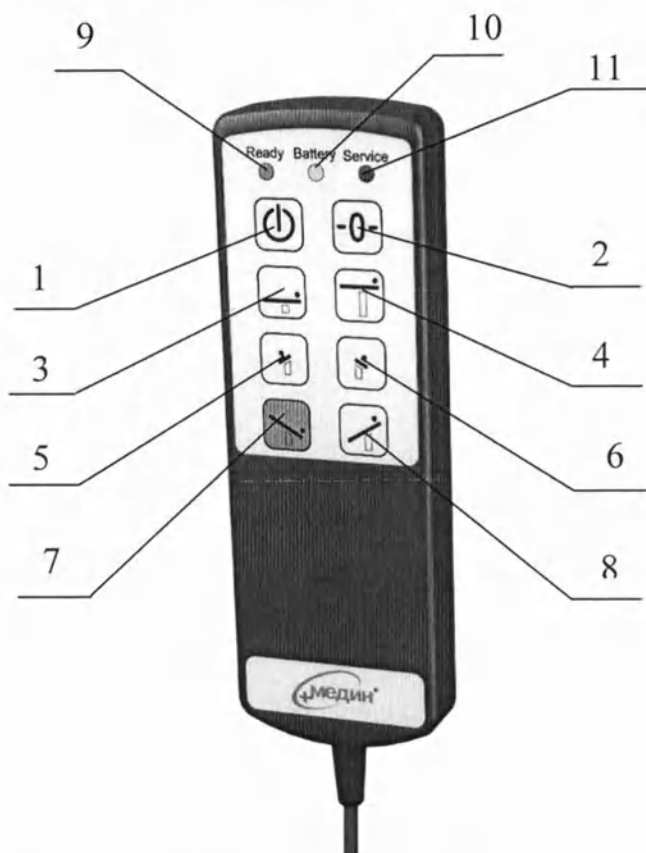
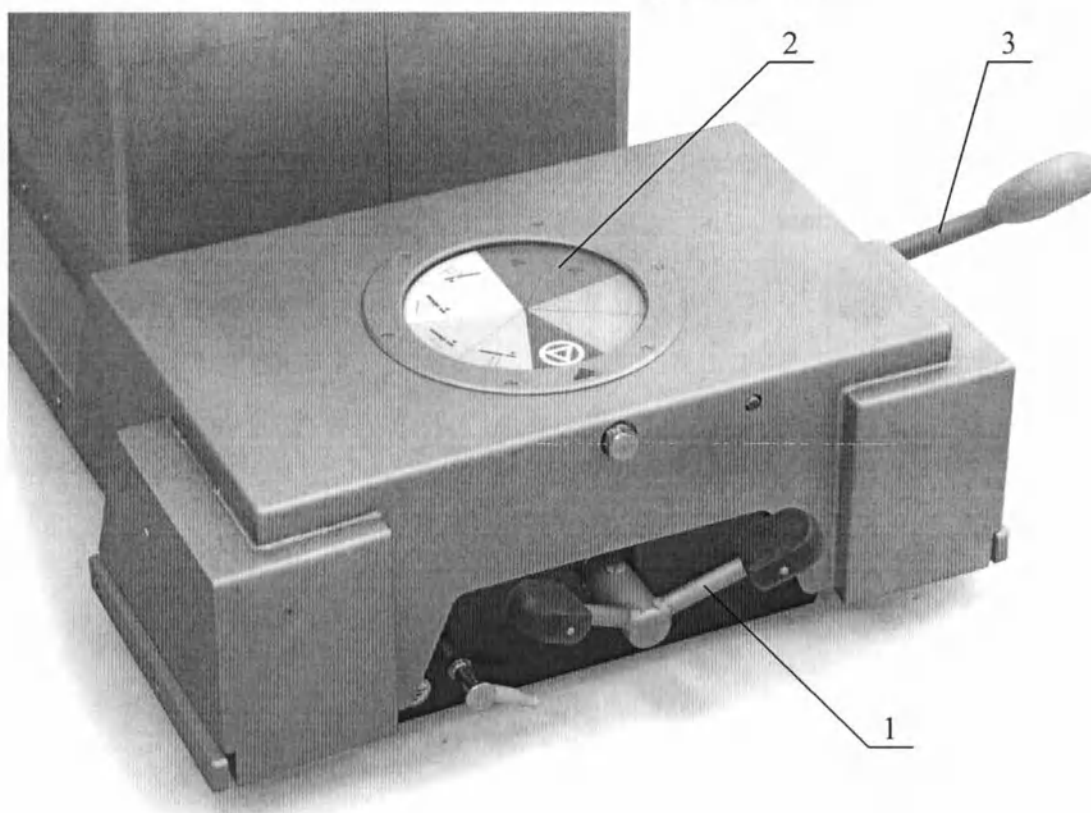

Рисунок 5 - Назначение кнопок на дистанционном пульте управления
Рисунок 7 – Положение указателя выбора движений при работе с пульта управления
5.7 Нажмите кнопку «ВКЛ/ВЫКЛ» 1 (рисунок 5) пульта управления. Должен загореться индикатор 9 зеленого цвета. Стол готов к работе.
6.2 Нажатием кнопки 2 (Рисунок 5) пульта управления, установите модуль стыковки в горизонтальное положение.
7.1.1 Включите пульт нажатием кнопки 1 (Рисунок 5). Загорится индикатор 9.
7.1.2 В случае, если на пульте управления горит индикатор красного цвета 11, необходимо нажать на педаль 1 (Рисунок 7) в любую сторону и переключить указатель 2 ножного механогидравлического привода в положение блокировки «» (красный сектор). При этом индикатор 11 (Рисунок 5) погаснет. Нажмите и удерживайте необходимую кнопку пульта управления для приведения в движение панели стола.
Внимание! В случае, если указатель ножного привода не находится в положении блокировки «», пульт управления автоматически блокируется и загорается индикатор 11 (Рисунок 5) красного цвета.
Изменение высоты поверхности стола в диапазоне, указанном в технических данных, осуществляется посредством нажатия педали 1 и переключения указателя 2 (Рисунок 7) в положения, соответствующие требуемому направлению подъема (опускания) и последующего многократного нажатия на педаль 3.
Изменение продольного наклона стола (по Тренделенбургу и анти-Тренделенбургу) в диапазоне, указанном в технических данных, осуществляется посредством нажатия педали 1 и переключения указателя 2 (Рисунок 7) в положения, соответствующие требуемому направлению продольного наклона. Многократным нажатием на педаль 3 установите необходимый наклон панели по Тренделенбургу или анти-Тренделенбургу.